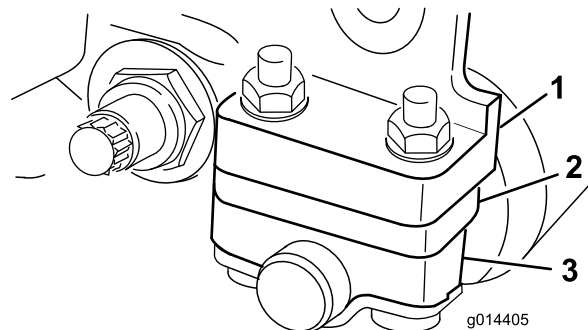

Figure 8
1. Réglez les supports du rouleau arrière à la plage de hauteur de coupe voulue en plaçant le nombre correct d'entretoises sous la bride de fixation de la plaque latérale (Figure 8) en vous reportant au Tableaux de sélection des hauteurs de coupe et des contre-lames (page 12).